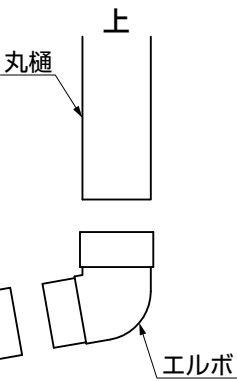

図13-2
- エルボは口径の大きい側を上にして取付けてください。（図13-2参照）